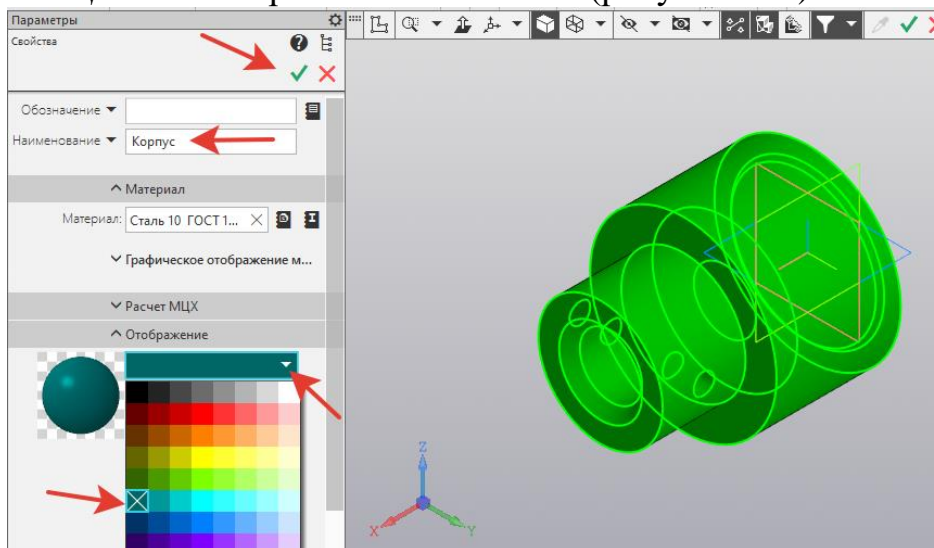

Рисунок 126.
21. В **Свойства – Наименование – Корпус**. Открыть расширение **Отображение - Цвет** - выберите **Сине-зеленый** (рисунок 126).